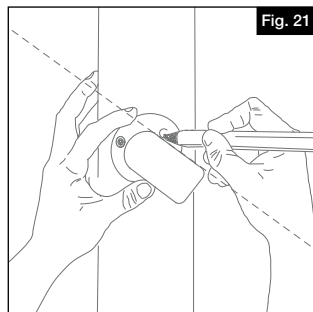

Fig. 21
- Alinear el retorno de poste con la línea del pasamanos y marcar las posiciones de los orificios de fijación (Fig. 21).